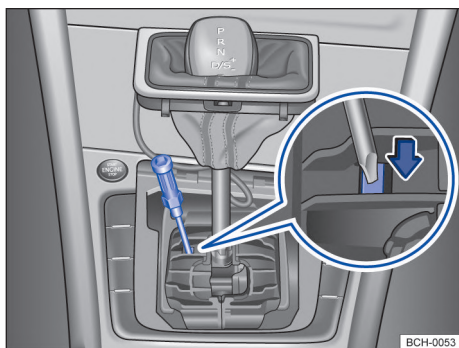

Fig. 94 Desmontar la cubierta de la palanca selector y desbloquear el bloqueo de la palanca selector de emergencia.
- Con ayuda de un destornillador presionar cuidadosamente la palanca de desbloqueo en el sentido de la flecha y mantenerla en esa ubicación → fig. 94.